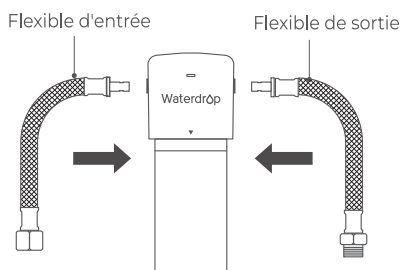

Figure 1
1. Connectez le tuyau d'entrée et le tuyau de sortie à la tête du filtre. (**Figure 1**)